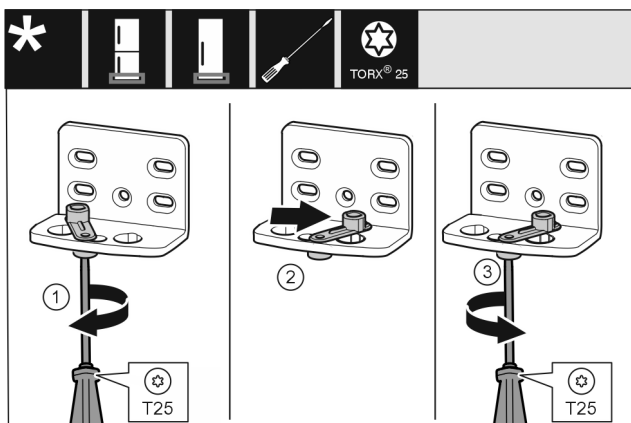

Fig. 14
- Lekko odkręcić śrubę przy pomocy śrubokręta T25. Fig. 14 (1)
- Unieść element ułatwiający zamykanie drzwi, a następnie obrócić w otworze w prawo o 90°. Fig. 14 (2)
- Śrubę przykręcić przy pomocy śrubokręta T25. Fig. 14 (3)